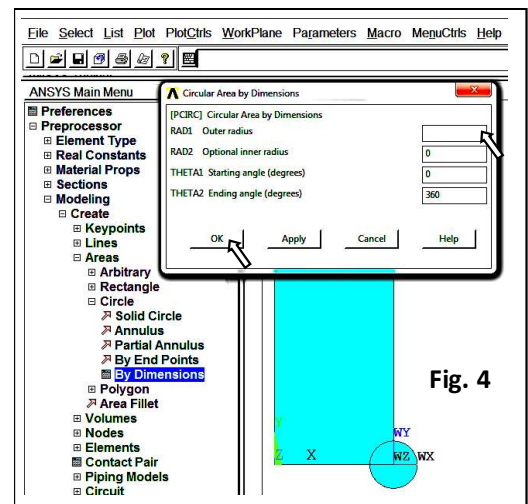

Fig. 4
c) create a circle (outer radius: r_1) (Fig. 4)